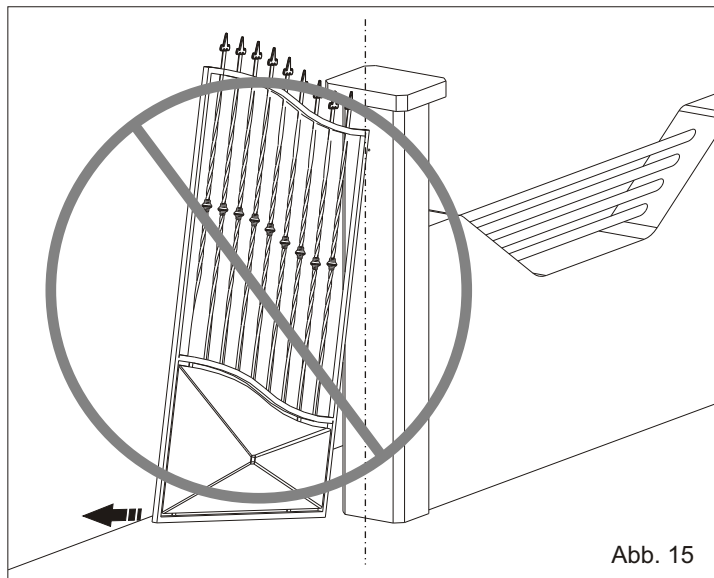
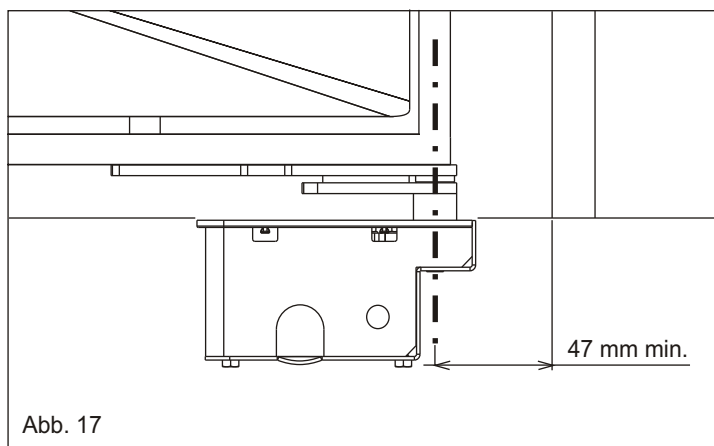

Abb. 15
Abb. 17
3.3. Die Flügel innerhalb der Achsen (Abb. 15 und 16) positionieren, die Welle muss mit der Rotationsachse des Scharniers übereinstimmen, den Mindestabstand von 47mm von der Säule berücksichtigen (Abb. 17).